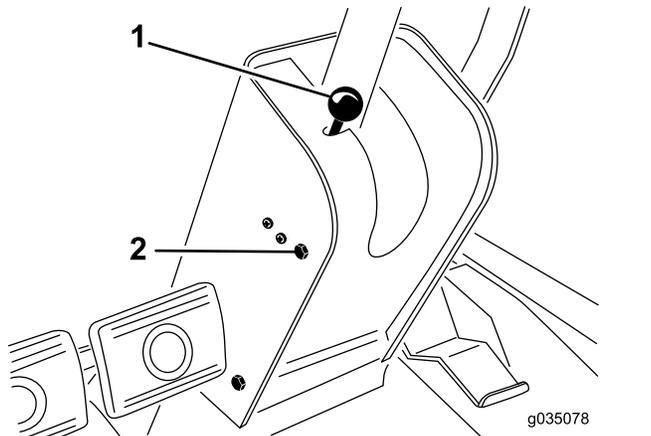

Рисунок 29
1. Снимите рукоятку стояночного тормоза и винты с кожуха рулевой колонки (Рисунок 29).